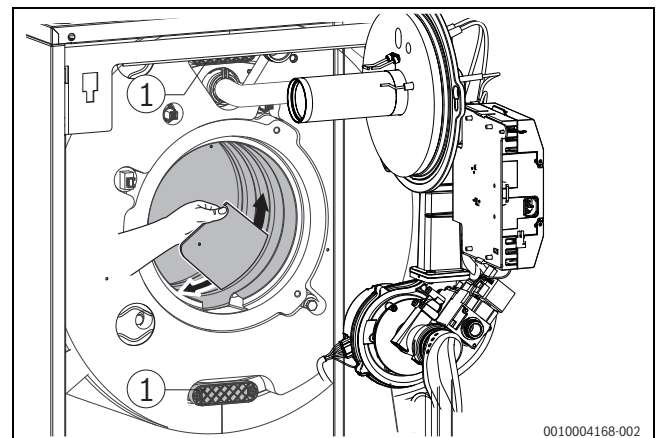
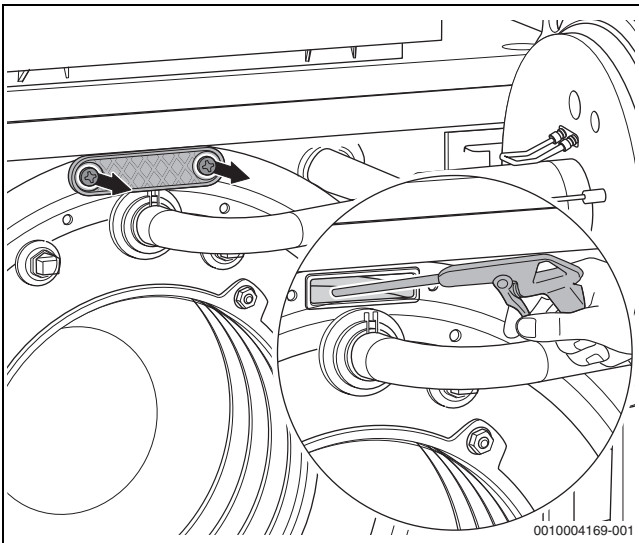

Bild 64 Heizgasspalte mit Reinigungsspachtel reinigen
Bild 65 Wärmetauscher mit Sprühlanze reinigen
- ▶ Reinigungsdeckel (→ Bild 64, Seite 40, [1] und Bild 65) abnehmen.
- ▶ Lose Partikel mit Wasser (z. B. Sprühlanze) aus Feuerraum und Abgasmantel spülen (→ Bild 65).
- ▶ Heizgasspalte mit Reinigungsspachtel reinigen (→ Bild 64, Seite 40).